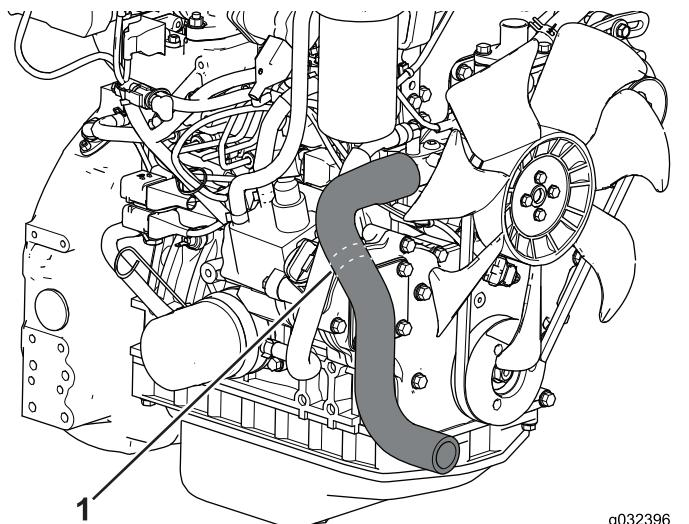

Figure 10
1. Localisez le flexible de radiateur (Figure 10).
2. À l'aide d'un outil de coupe, coupez le flexible de radiateur au niveau des traits (Figure 10).